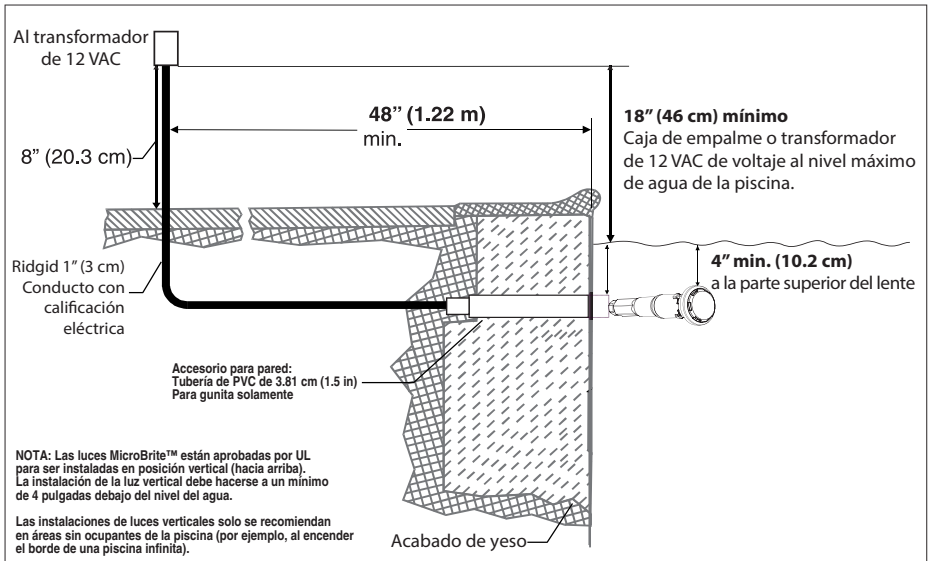
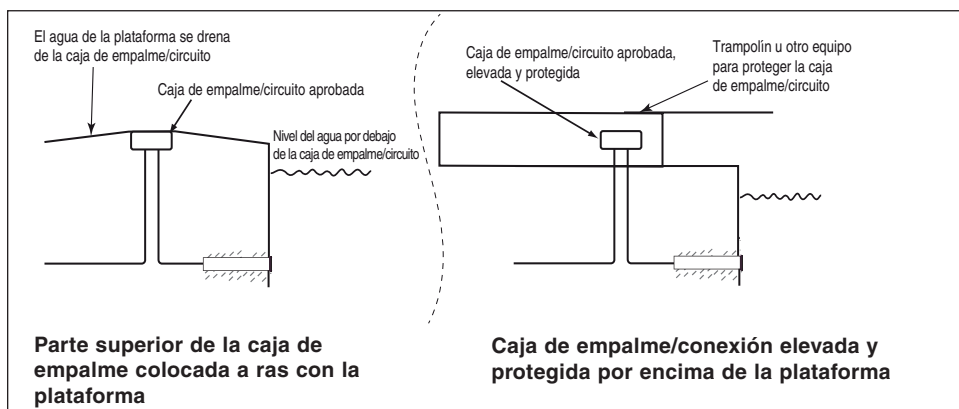

Figura 1.
Figura 2, Canadá.
ANTES DE COMENZAR: la información siguiente describe las tareas que debe realizar el electricista antes de instalar la conexión de pared de la luz. Vea la figura 1.
- La caja de empalme y el transformador de bajo voltaje deben estar ubicados al menos 4 (cuatro) pulgadas (10.16 cm) por encima del nivel del suelo u ocho (8) pulgadas (20.3 cm) por encima del nivel máximo de agua de la fuente, el que sea más alto. La caja de empalme debe estar a una distancia de al menos 48 pulgadas (1.22 m) del borde de la piscina. Vea la figura 2.
- La caja de empalme/conexión debe estar sellada para evitar la entrada del agua, consulte la Figura 2 debajo.
Consulte la Figura 1 en la página 4, para la instalación de la caja de empalme en los Estados Unidos, vea la Figura 2 en la página 5 para la instalación de la caja de empalme en Canadá.
- La caja de empalme y el transformador de bajo voltaje deben estar ubicados al menos 4 (cuatro) pulgadas (10.16 cm) por encima del nivel del suelo u ocho (8) pulgadas (20.3 cm) por encima del nivel máximo de agua de la fuente, el que sea más alto. La caja de empalme debe estar a una distancia de al menos 48 pulgadas (123 cm) del borde de la piscina. Vea la figura 1 en la página 4.
- La conexión de pared de la luz MicroBrite debe instalarse adecuadamente para que el borde superior del lente de la luz MicroBrite esté al menos a 4 pulgadas (10.16 cm) por debajo (no más de 48 pulgadas (123 cm) por debajo en Canadá) de la superficie del agua en la piscina o spa. Vea la figura 2 en la página 5.